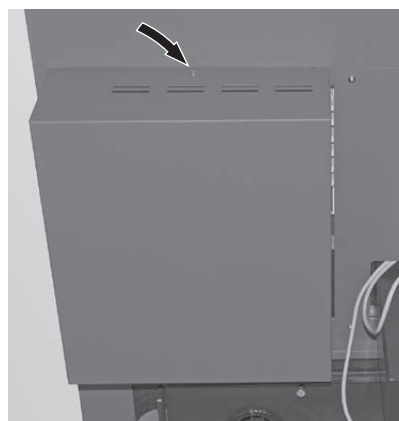

Fig.107 Copertura sopra i convertitori di frequenza
- ▶ Avvitare la copertura sopra gli scarichi della trazione con 3 viti autofilettanti – Fig. 107.